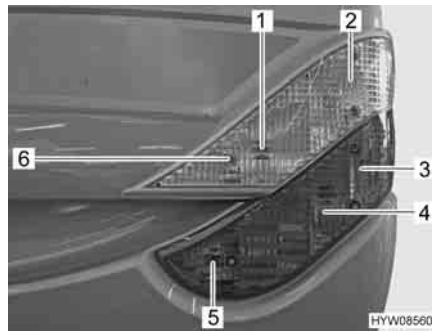

Fig. 118 Luci posteriori (lato anteriore)
- Svitare le sei viti ad esagono cavo (Fig. 118,6)